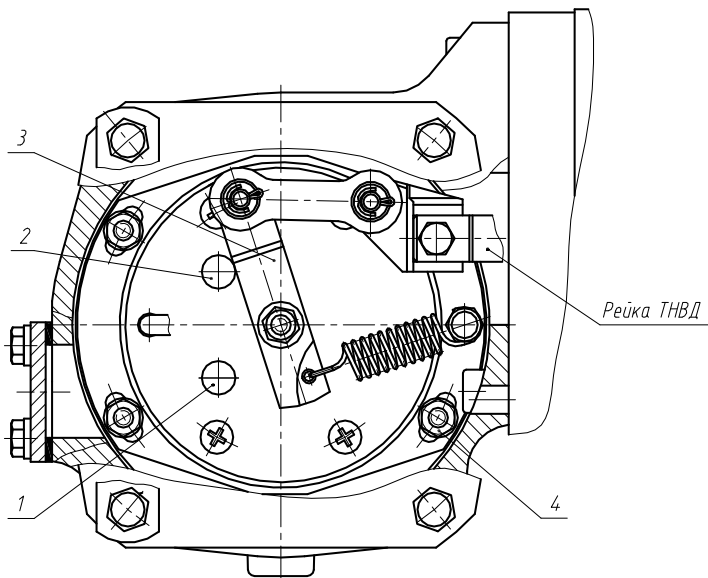
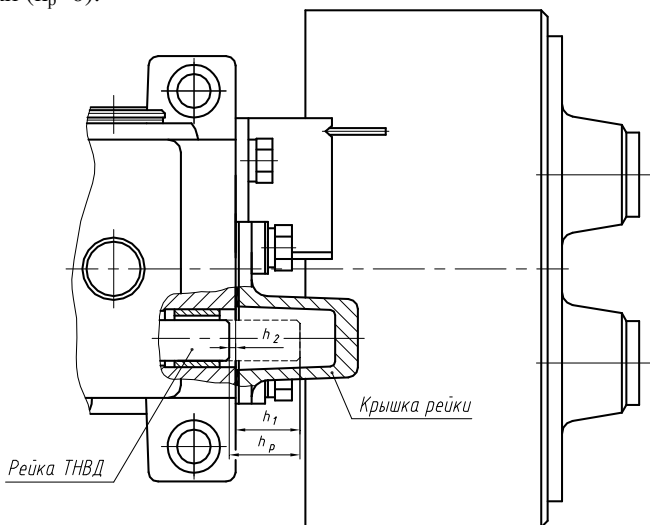

Рис. 31. Схема исполнительного механизма ТНВД
Рис. 33. Схема установки координаты рейки
1 На минимальном упоре ЭИМ (напряжение 4,35...4,60 В) - положение, при котором кривошип 3 (рис. 31) под действием возвратной пружины прижат к упору 2, допускается эксплуатация при величине напряжения 4,15...4,60 В.
- ослабить затяжку гаек 4 (рис. 31) крепления электромагнита;
1. Снять крышку рейки (рис. 33), убедиться, что кривошип 3 (рис. 31) под действием возвратной пружины прижат к упору 2 исполнительного механизма (рейка задвинута в корпус ТНВД до упора). Данное положение является началом отсчета координаты рейки ($h_p=0$).
2. Измерить с помощью глубиномера расстояние h_2 (рис. 33) от торца корпуса ТНВД до торца рейки.